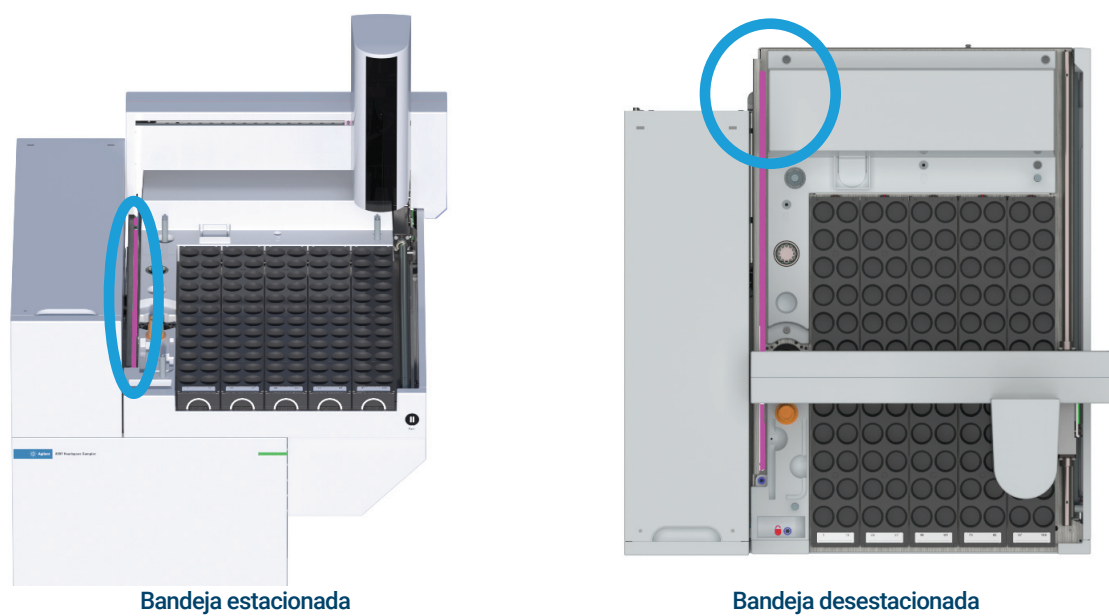

Figura 29. Vía del eje X, resaltada en rosa
- 2 Limpie la vía que se muestra en la **Figura 29** con un paño limpio o una toalla de papel humedecida con agua.